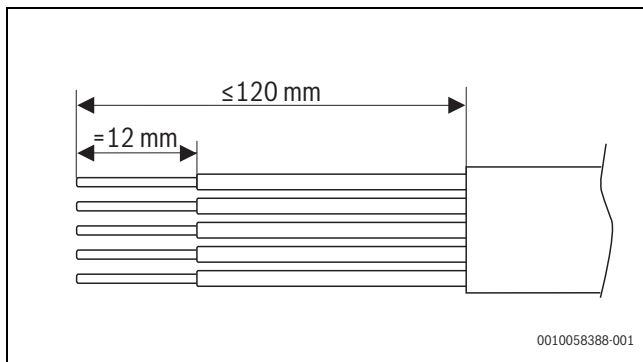

Bild 36 Abisolieren der Adern für den Netzanschluss
- Netzkabel (zur Stromversorgung des elektrischen Zuheizers) mit Kabelhalter [3] sichern (→ Abb. 36, Seite 30) und an Anschlussklemme **X200** anschließen.